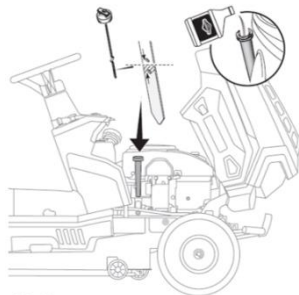

Fig. 10
3. Scoateți joja (Fig.10). Ștergeți uleiul rămas pe ea.